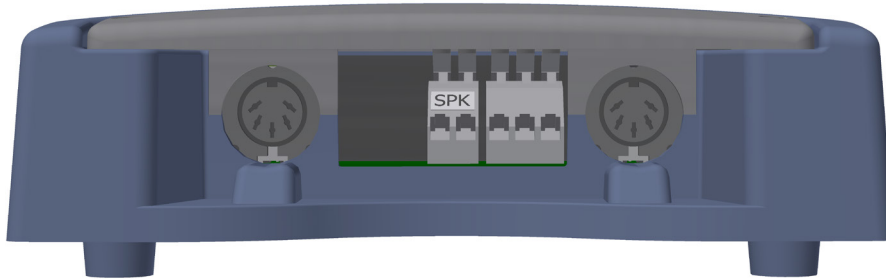

Fig 4: Installation
4. Connectez les fils du Transmetteur (TX) et du Récepteur (RX) dans les prises du contrôleur (voir la Fig. 4). Remarque : vous pouvez utiliser les deux prises car le logiciel intelligent reconnaîtra le détecteur connecté.